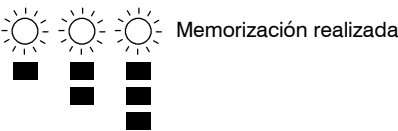

fig. 5.25
5 Para memorizar la configuración, pulsar el botón de reposición (6) durante 5 segundos aproximadamente, hasta que los indicadores luminosos de señalación parpaddeen simultáneamente como en fig. 5.25